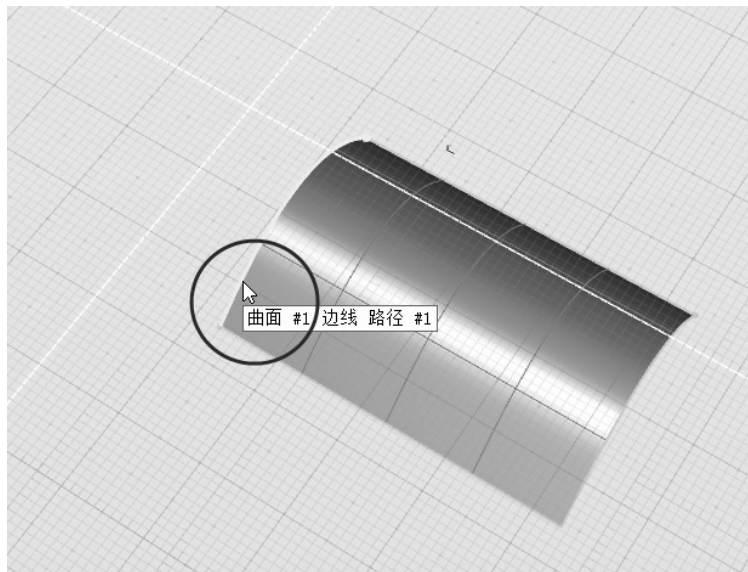

图 4-99 选择第 1 个曲面及曲面边线
2) 激活“融合曲面”工具，当控制台提示“拾取曲面#1”时，选择文件中的完整曲面；当控制台提示“拾取曲面#1 起点附近的边线”时，点选图 4-99 中所示的位置，按〈Enter〉键或空格键确认。